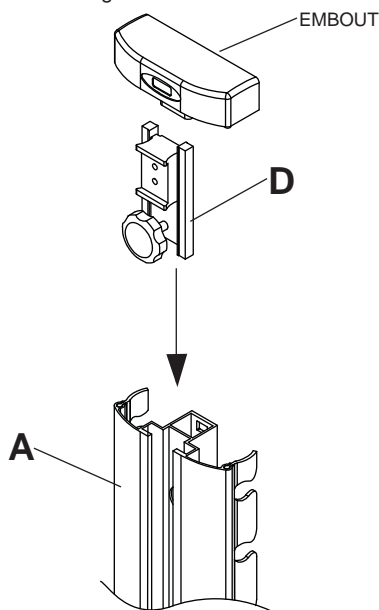

fig. 3.1
- 2 Glisser le collier de fixation plateau (D) dans la colonne (A) et de rattacher embout sur la colonne (A) comme le montre la figure 3.1.